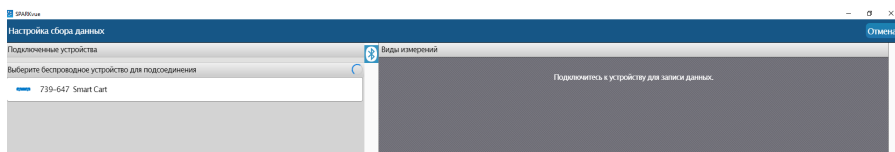

Рис. 4. Выбрать беспроводное устройство для подсоединения
4. Активировать тележку в интерфейсе программы одинарным щелчком левой кнопки мыши по изображению тележки (рис. 4);